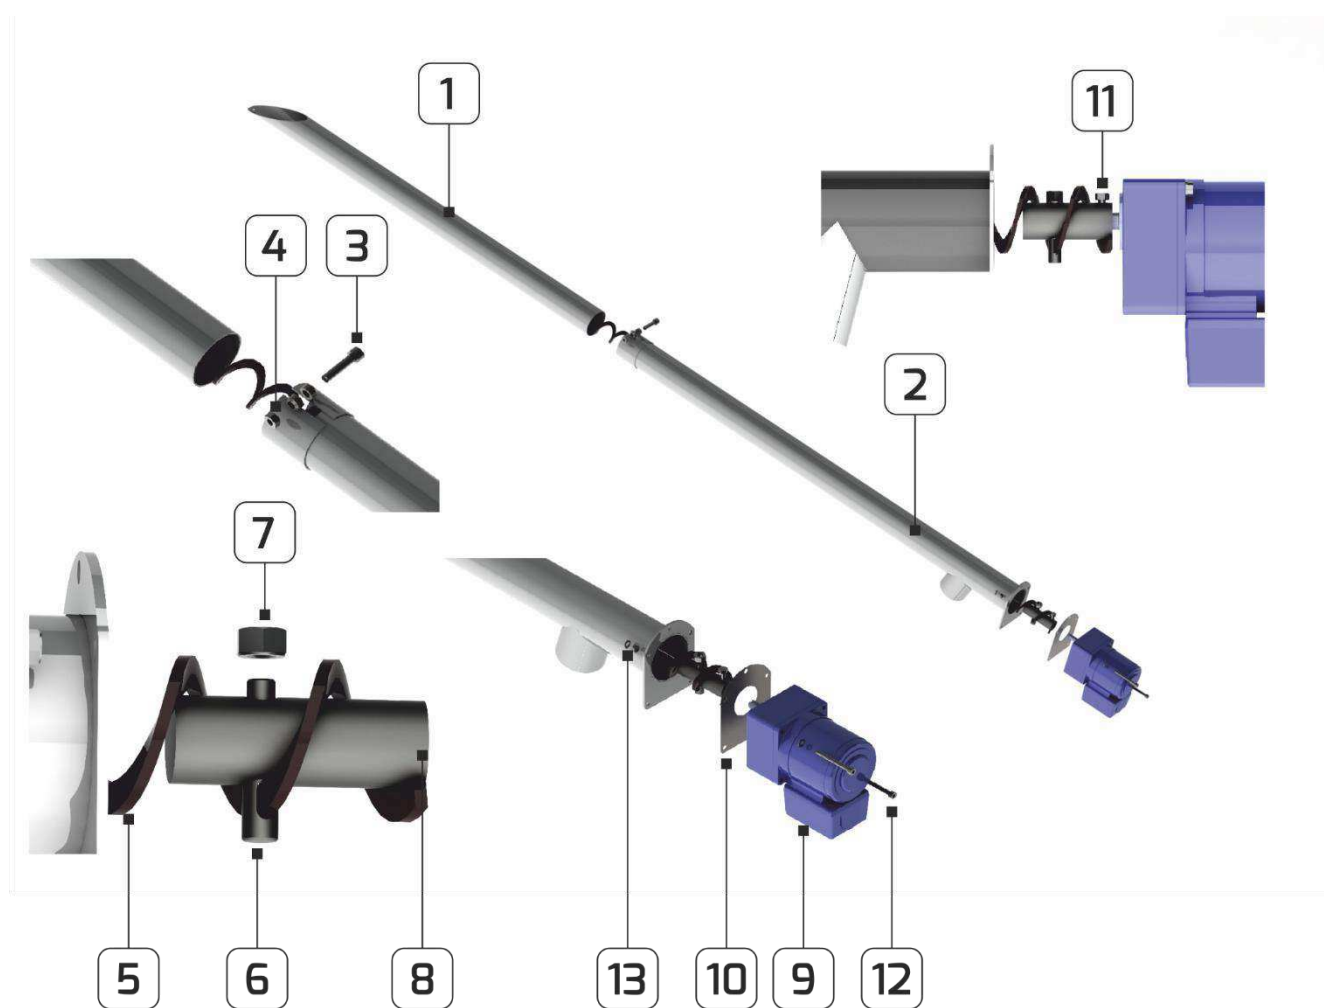

Рис.5. Конструкция питателя.
3. Подключение питателя, рис. 5